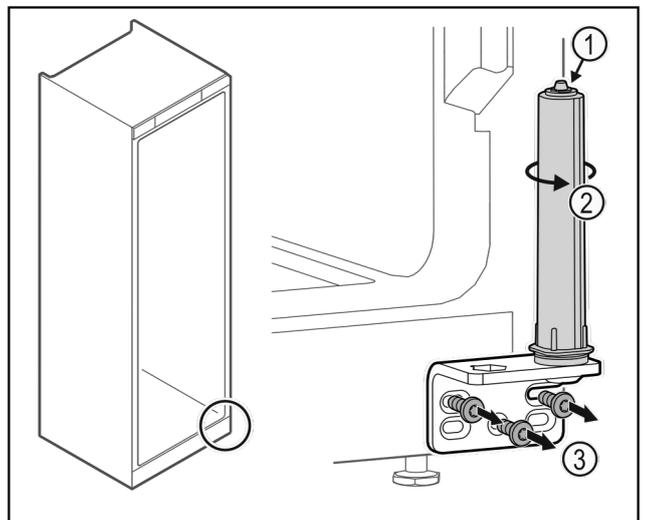

Fig. 36
uTürschließsystem Fig. 36 (1) nicht zerlegen.
u Schließsystem Fig. 36 (2) drehen, bis es klickt.
u Scharnierwinkel abschrauben Fig. 36 (3).